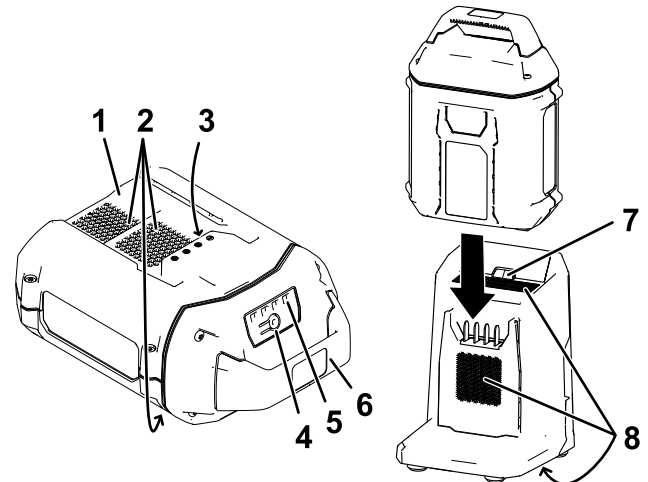

Figura 6
2. Alinee el hueco de la batería (Figura 6) con la lengüeta del cargador.
3. Introduzca la batería en el cargador hasta que esté completamente asentada (Figura 6).